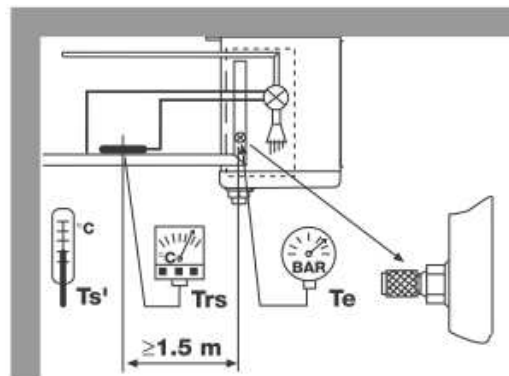

Fig. 3
- Il manometro per le verifiche (Te, fig. 3); gli apparecchi sono muniti di apposita valvola per attacco del manometro. Alla fine di questa operazione rimontare le coperture laterali.
- La tubazione di scarico dell'acqua (F) al tubo di scarico della bacinella (G).
- Pressure checks (Te, fig. 3); all units are fitted with a shradder valve on the suction pipe, so that the suction pressure can be measured for correct operation. When all connections and adjustments have been made refit both side panels
- The water drain tubing connection (F) to drain pan tube (G).
- Le contrôle per manomètre (Te, Fig. 3): le appareils sont équipés d'un raccord pour connecter le manomètre. Pour terminer, remonter les panneaux latéraux.
- Le tube d'écoulement d'eau (F) à la connexion d'écoulement de l'éégouttoir (G).
- Prüfmanometer (Te, Fig. 3); Die Luftkühler sind mit einem Schraderventil ausgestattet, wo ein Prüfmanometer angeschlossen werden kann. Zuletzt sind die Seitenteile wieder zu montieren.
- Tropfwasseranschluß (F) an den Ablaufstutzen (G).